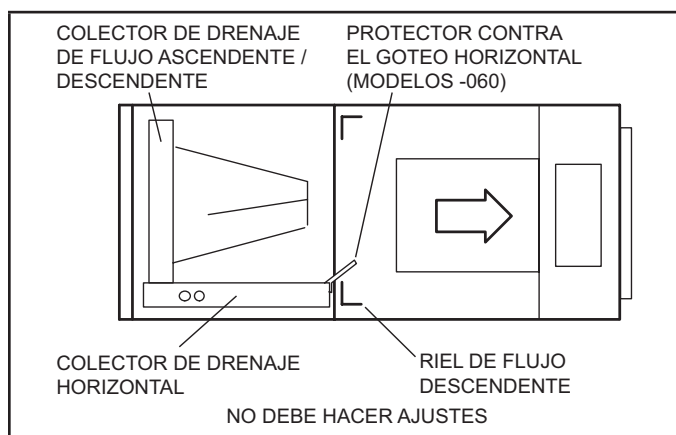

FIGURA 5. Configuración de descarga a la derecha
- 2 - Instale el protector contra el goteo horizontal (modelo -060) en el borde delantero del colector de drenaje horizontal como se ilustra en la Figura 5.